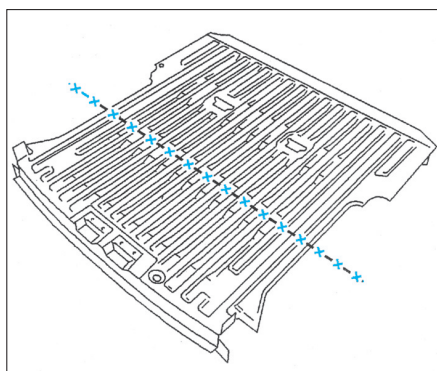

FIG. 131
- Tracer puis découper à l'aide d'une scie (Fig.131).